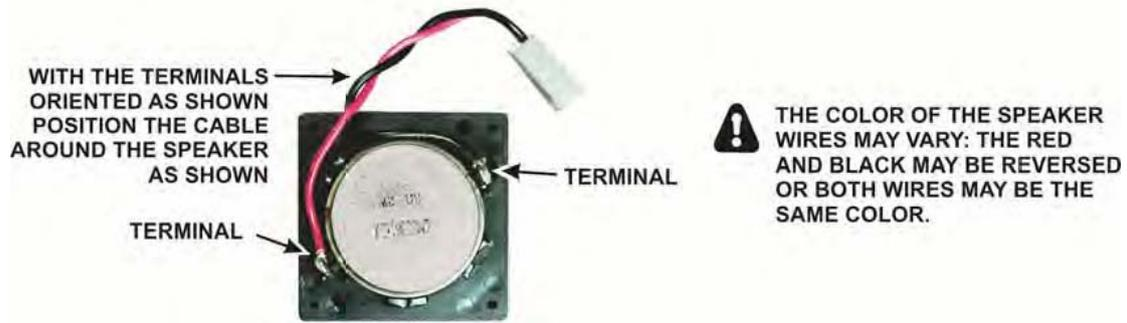

Figure 8. Dressing the Speaker Cable.
- スピーカーを見つけて、図8に示されるようにそれに付けられたケーブルに服を着せてください。これはあなたがそれをインストールする場合にスピーカーが正確に適応させられることを保証するのに、重要です。